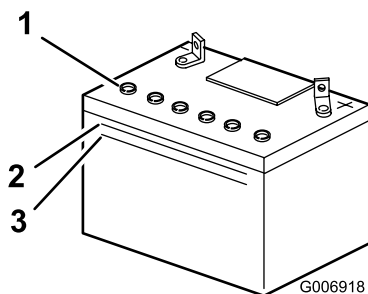

Bild 34
2. Sehen Sie sich die Seite der Batterie an. Der Füllstand muss bis zur oberen Linie reichen (Bild 34).
Hinweis: der Säurestand darf nicht unter die untere Linie fallen (Bild 34).
2. Entfernen Sie die Fülldeckel (Bild 34).
3. Gießen Sie langsam destilliertes Wasser in jede Batteriezelle, bis der Füllstand den unteren Teil des Rohrs erreicht (Bild 34).